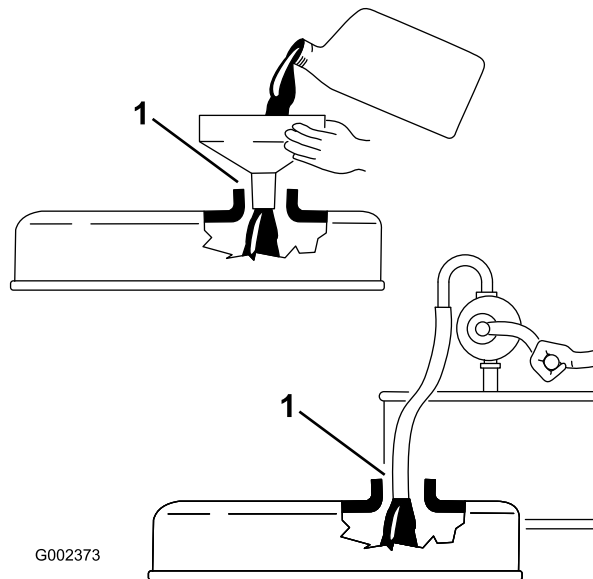

**Figure 16**
3. Si le niveau est trop bas, retirez le bouchon de remplissage (Figure 16) et ajoutez la quantité d'huile nécessaire pour amener le niveau au repère maximum de la jauge.